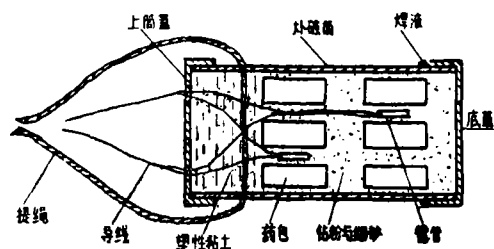

图2
3. 炸藥的裝置和爆破：当确定炸藥量和导綫長度以后，將炸藥整齐排列裝入爆破筒內，把电雷管插在炸藥中間，引出电雷管足綫通过爆破筒盖两个眼孔，和导綫相接；藥包之間如有空隙，应以細砂或鑽粉充填，上面用塑性黃泥塞紧，扭上爆破筒上盖，导綫应与放入爆破筒的提繩扭在一起（如图2）。